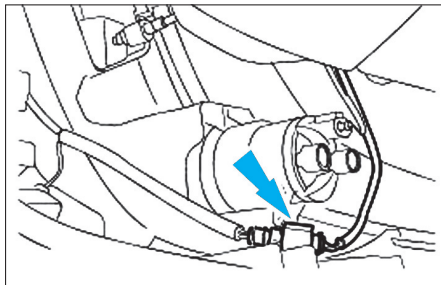

Fig. 81
- Débrancher le connecteur du capteur de dispositif d'aide au stationnement (le cas échéant) (Fig.81).